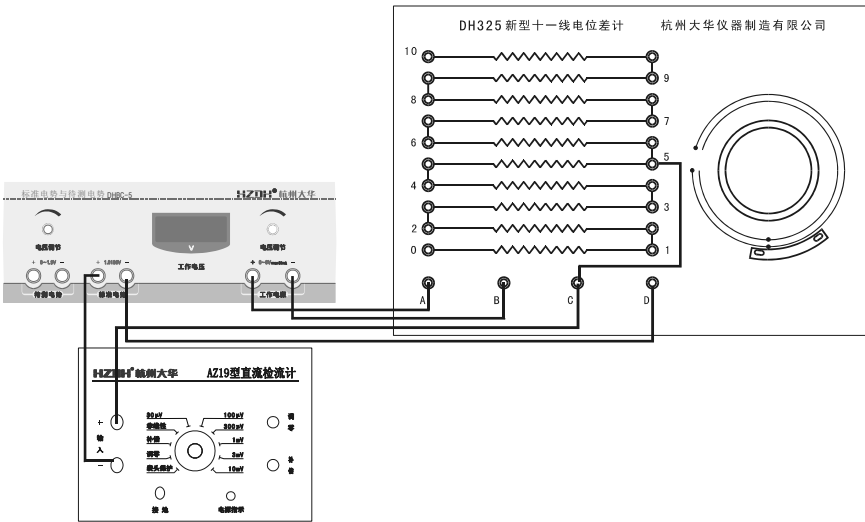

图 3 DH6502 电位差计实物连接
- 2、 按照接线图, 将 DH6502 电位差计所有的实验装置: DHBC-5 标准电势, DH32 新型十一线电位差计和 AZ19 型直流检流计与干电池, 按照原理图 3 组装在一起。